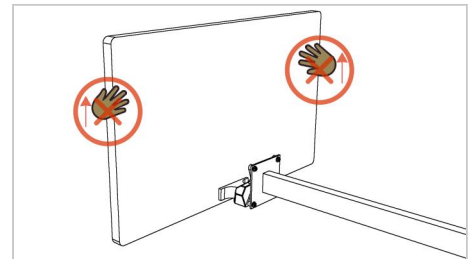

Figura 5
**Tenere presente che l'adattatore VESA può allentarsi quando si tira il monitor verso l'alto. Questo perché il monitor è progettato per rimuovere la base originale del monitor Samsung. (Figura 5)**